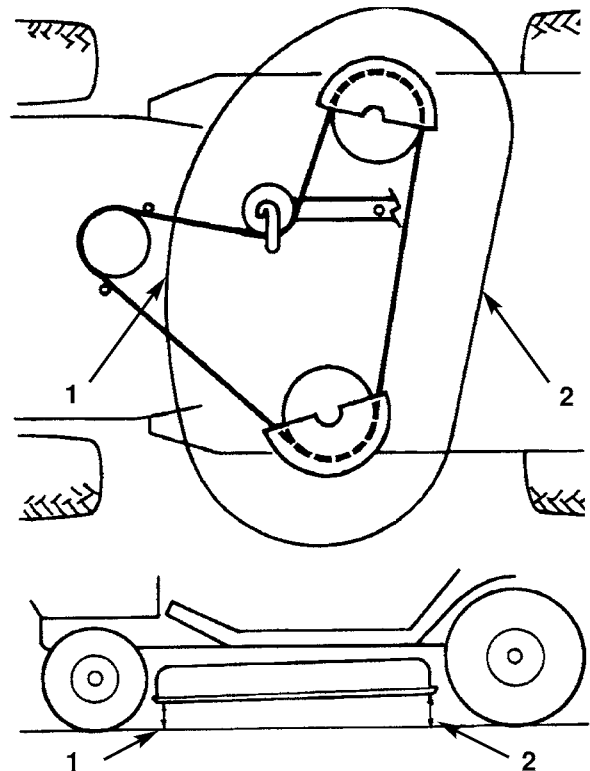

Bild 52
6. Die Neigung von vorne nach hinten durch Messen des Abstands zwischen der Unterseite des Mähers (Mitte vorne und Mitte hinten) und einer flachen Oberfläche messen (Bild 52). Wenn die Vorderseite des Mähers mehr als 4,8 mm tiefer steht als die Rückseite, muß die Neigung eingestellt werden; siehe Schritte 7-10.